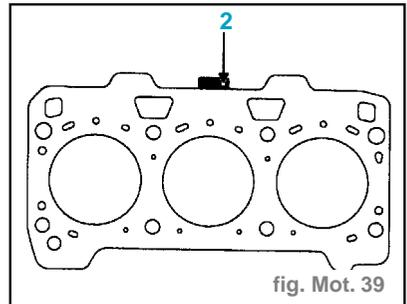

fig. Mot. 39
- Le joint de culasse réparation se repère par un trou **(2)** sur la languette et à une épaisseur de **1,65 ± 0,04 mm**. (fig. Mot. 39)